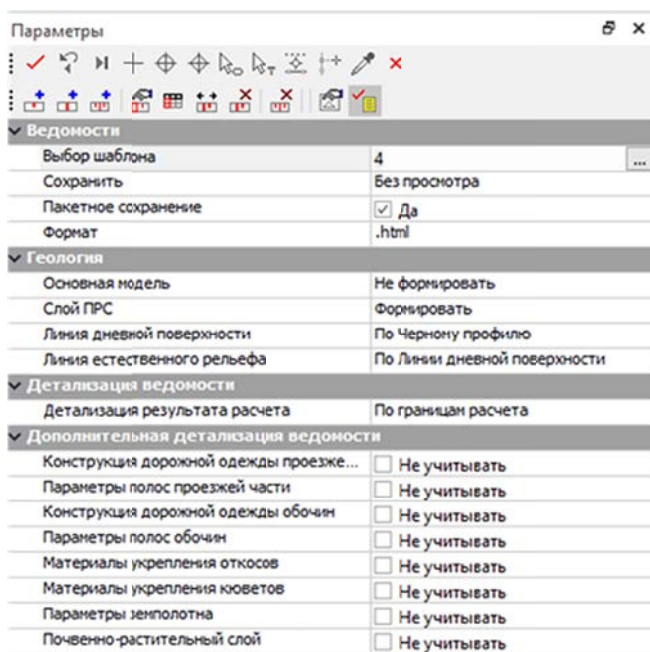

Рис. 2.7. Создать ведомость
6. Выберите на локальной панели команду СОЗДАТЬ ВЕДОМОСТЬ  (рис. 2.7).
7. В параметрах команды в строке **Выбор шаблона** выберите шаблоны создаваемых ведомостей (рис. 2.7–2.8).